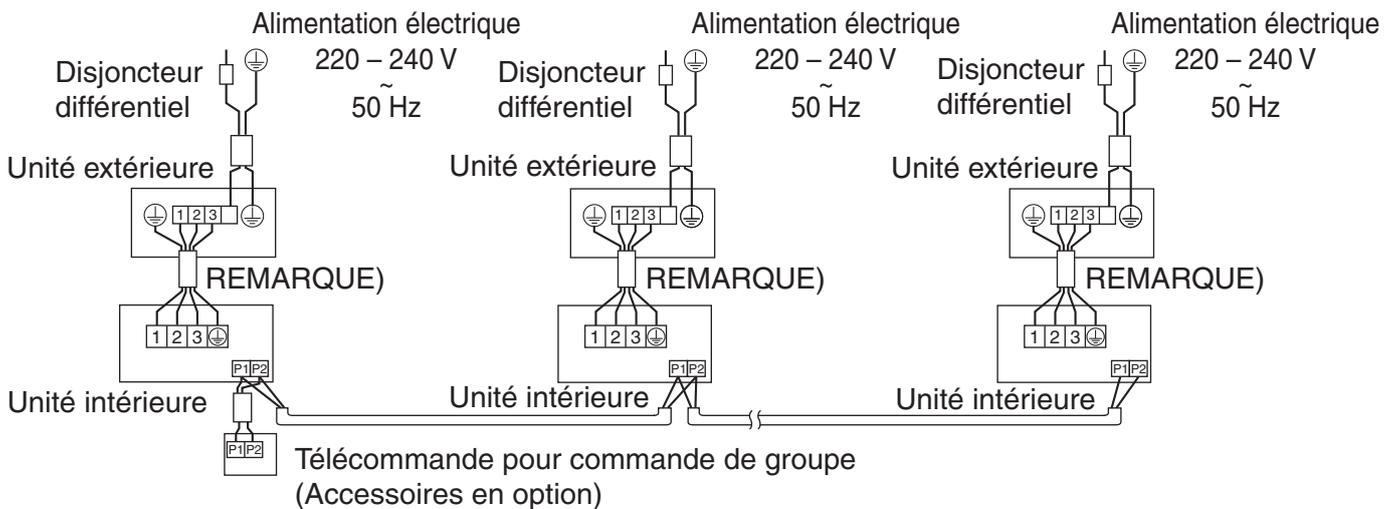

Fig. 42
- **Commande de groupe:** 1 télécommande commande jusqu'à 16 unités intérieures (Toutes les unités intérieures fonctionnent depuis la télécommande). (**Reportez-vous à la Fig. 42**)
(1) Retirez le couvercle du boîtier de commande.
(2) Branchez les câbles de croisement entre les bornes (P1, P2) du boîtier de commande pour la télécommande. (il n'y a pas de polarité.) **(Reportez-vous à la Fig. 42 et au tableau 3)**